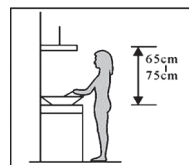

Рис. 1.
2. Для достижения максимального эффекта кухонные вытяжки следует устанавливать на расстоянии 65–75 см над варочной поверхностью. См. рис. 1.